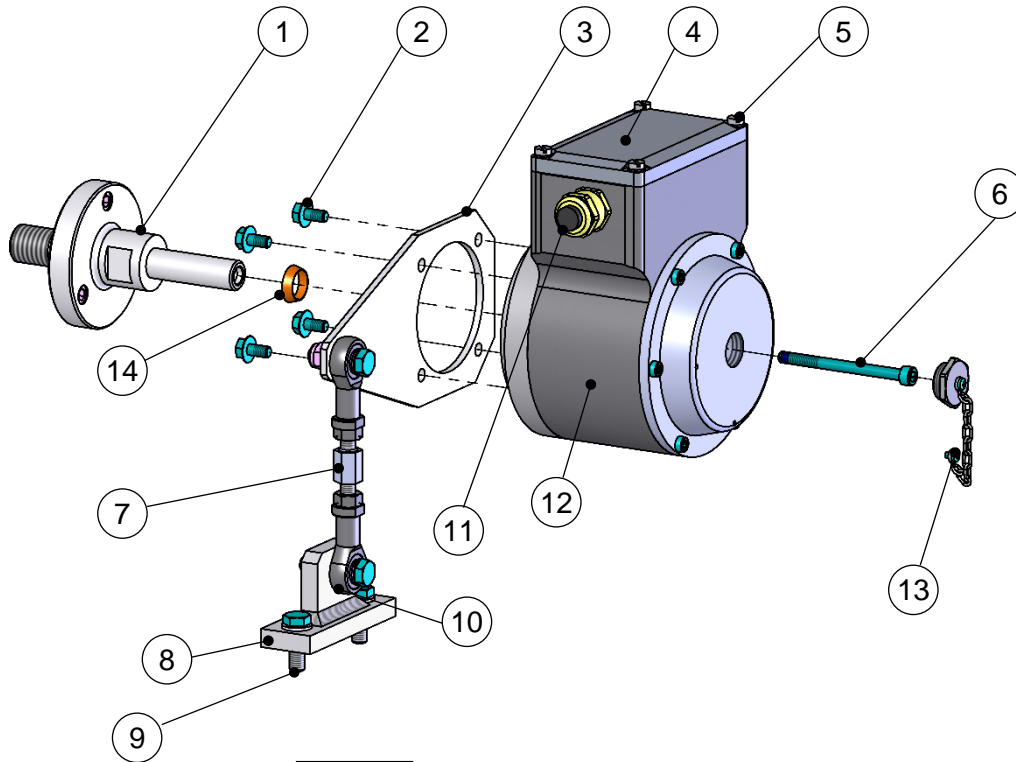

Abb. 2:
5. Hohlwellengerät mit Hilfe der Zylinderschraube (6) sichern. (Abb.2). Max. Anziehdrehmoment 6 Nm.